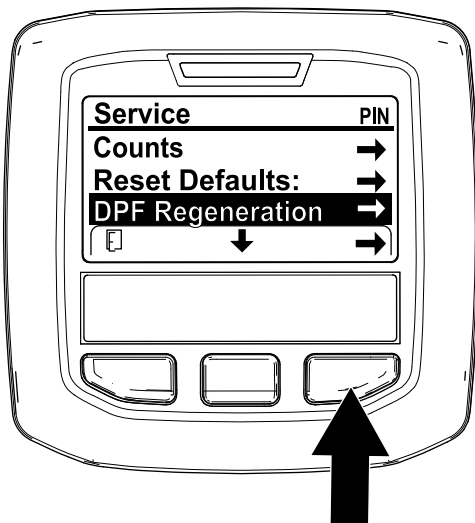

図 69
1. 整備 Serviceメニューから、中央ボタンで下へスクロールして DPF REGENERATIONメニューに入る 図 69。
2. 右側のボタンで DPF Regeneration再生に入る 図 69。